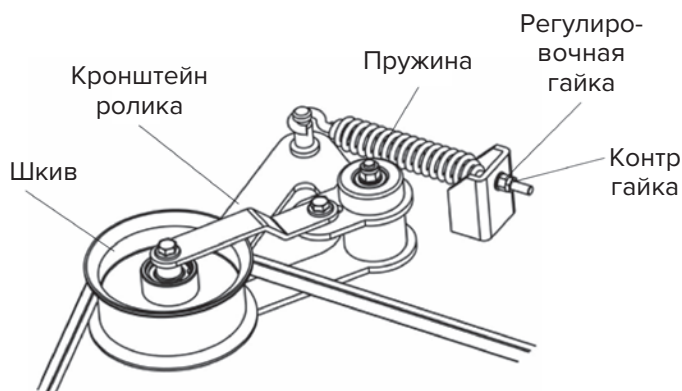

Рис. 24
5. Затяните контргайку и установите все кожухи на место (см. рис. 24).